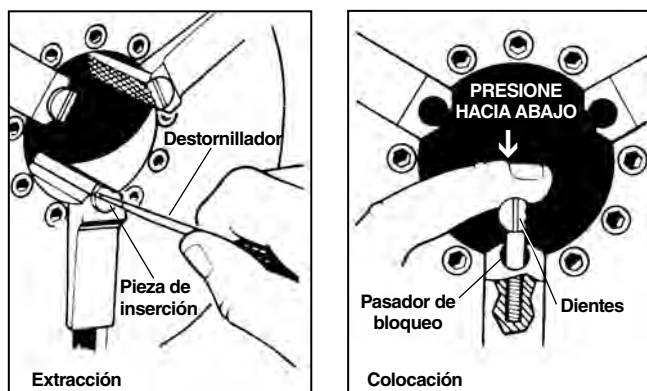

Figura 33 – Cambio de las piezas de inserción de la mordaza
1. Coloque un destornillador en la ranura de la pieza y gire 90 grados a izquierda o a derecha. Extraiga la pieza de inserción (Figura 33).
- Coloque la pieza de inserción de lado sobre el pasador de bloqueo y presione hacia abajo lo más que pueda (*Figura 33*).